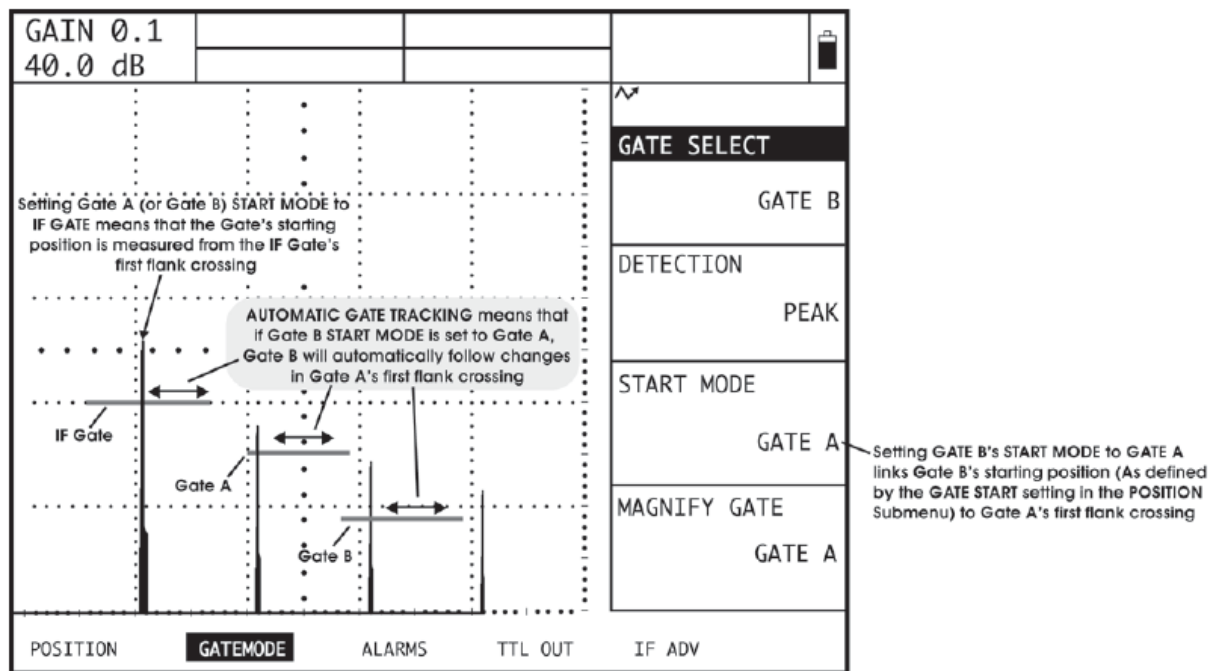

Figura 9.1 Función Modo de Inicio (Start)
Cuando no se opera con la compuerta IF, los puntos de inicio de las compuertas A y B son posicionados a una distancia especificada desde el pulso inicial (IP) o la compuerta B es posicionada a una distancia especificada desde el inicio de la compuerta A. Con la opción de la compuerta A habilitada el punto de inicio de cada compuerta puede ser medido desde el primer punto de cruce en el borde en la compuerta IF. Además, cuando la opción de la compuerta IF está habilitada, y el punto de inicio de la compuerta B es posicionado a una distancia específica desde el cruce en el borde de la compuerta A ningún cambio en el cruce del primer borde de la compuerta A causará un cambio igual en el punto de inicio de la compuerta B. (Ver figura 9-1).